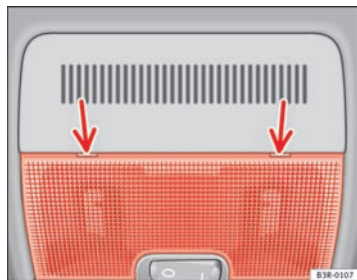

Fig. 83 Détail du ciel de pavillon : point de placement du tournevis
- Introduisez avec précaution la lame plate d'un tournevis (compris dans l'outillage de bord) au niveau de la partie arrière du verre du plafonnier ⇒ fig. 83.